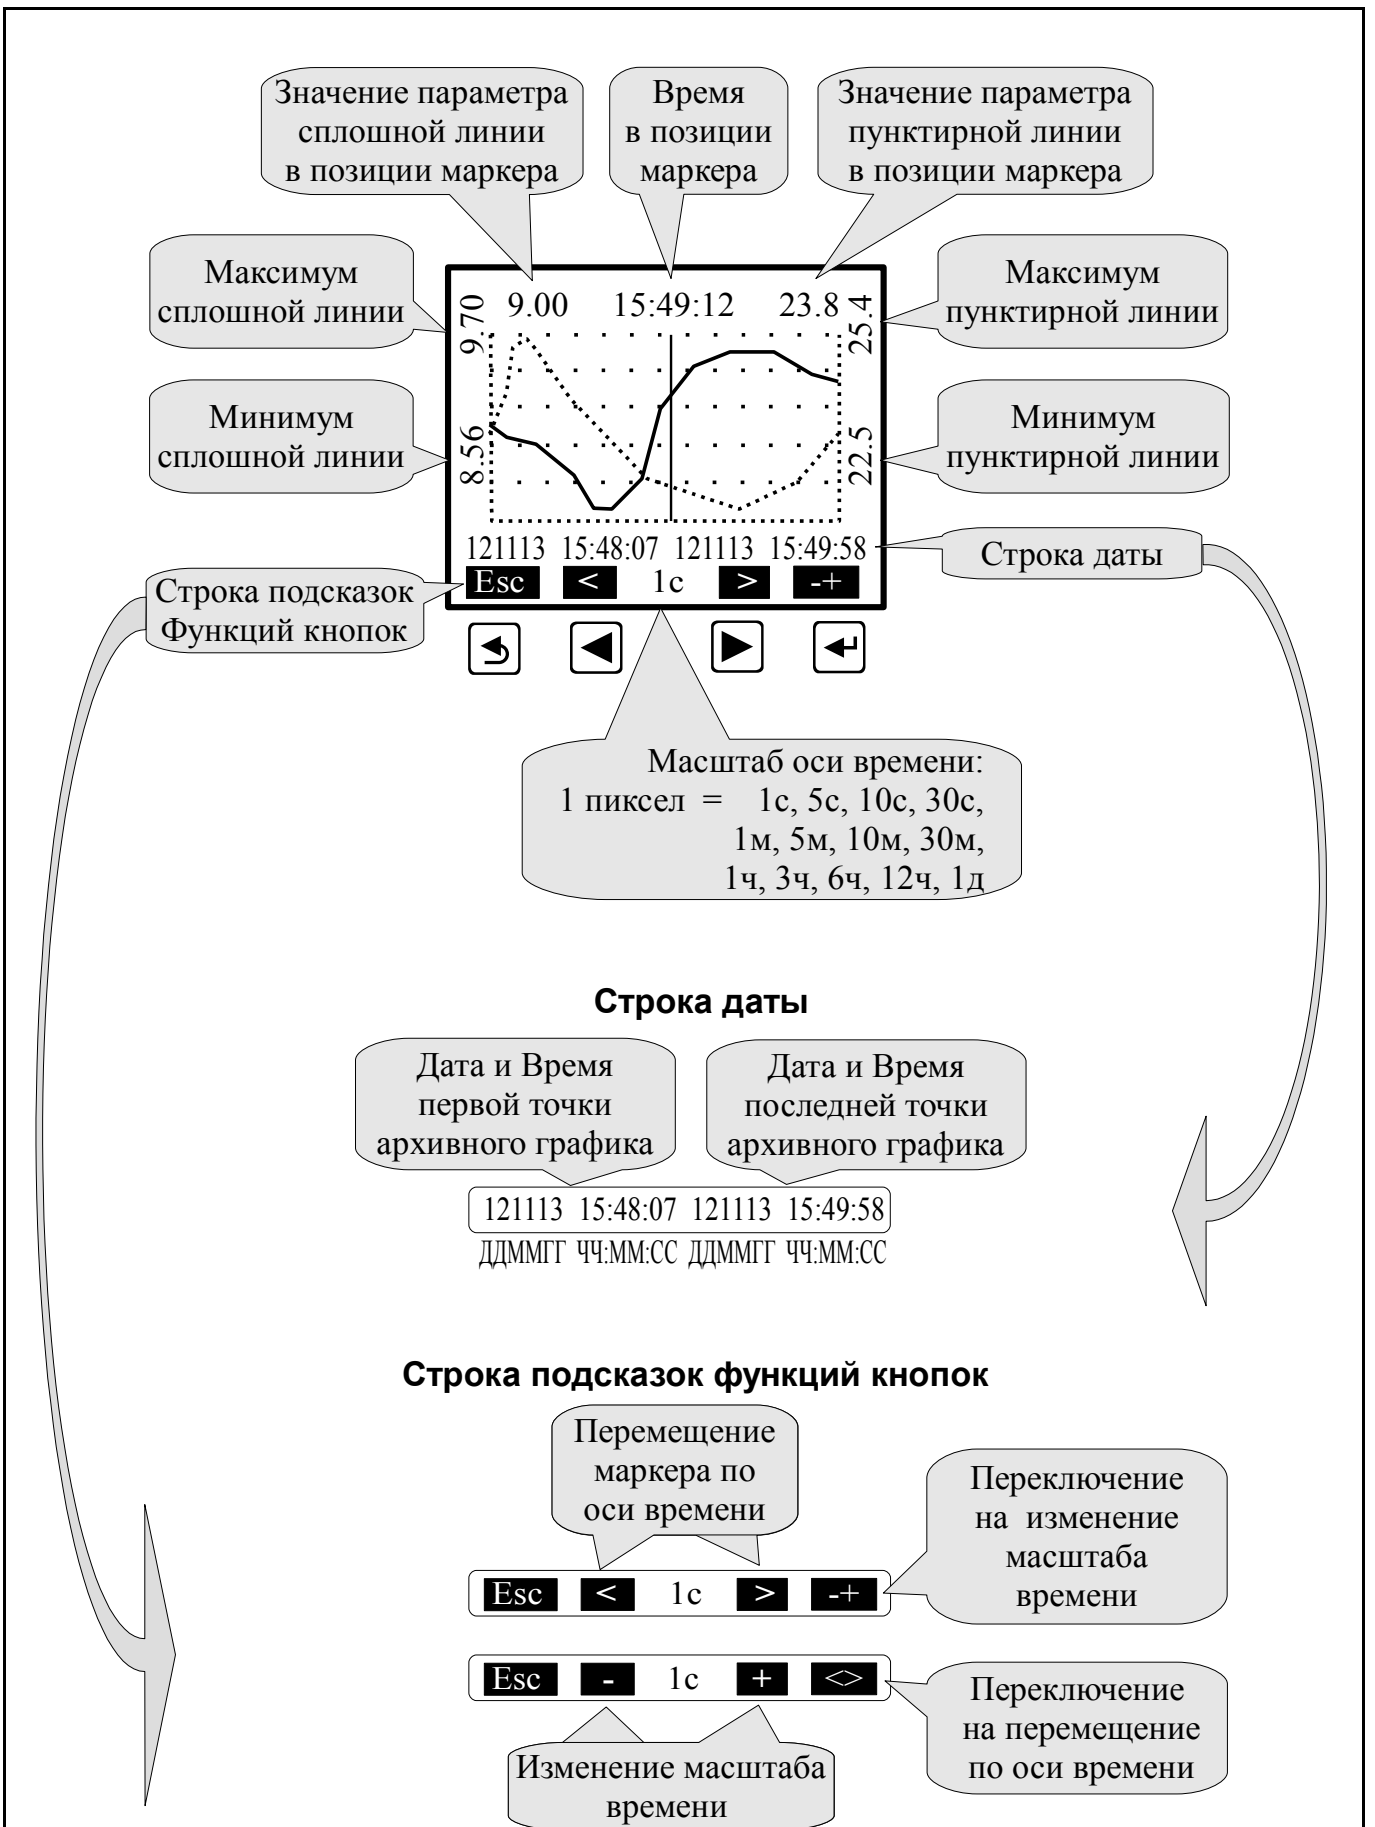

Рисунок 26 - Описание элементов управления и отображения данных в меню «Просмотр архива»
- **Просмотр архива** - в этом режиме просматривается архив одного или двух заранее выбранных параметров в заранее выбранном масштабе. Правая кнопка позволяет переключать режим управления маркером: кнопками и либо изменяется интервал дискретности по времени, либо перемещается маркер, указывающий на время просмотра (Рисунок 26).